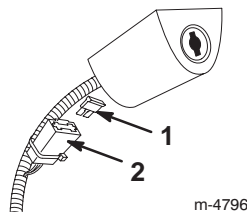

Figura 33
2. Montate il nuovo fusibile, come illustrato nella Figura 33.